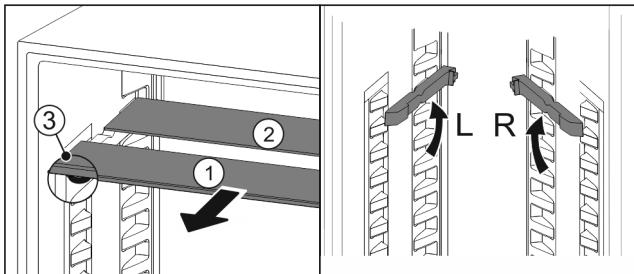

Fig. 114
- ▶ 将玻璃隔板逐个向前拉出 Fig. 114 (1)。
- ▷ 带装饰条的玻璃隔板 Fig. 114 (1) 在前。
- ▷ 阻挡装置 Fig. 114 (3) 指向下方。